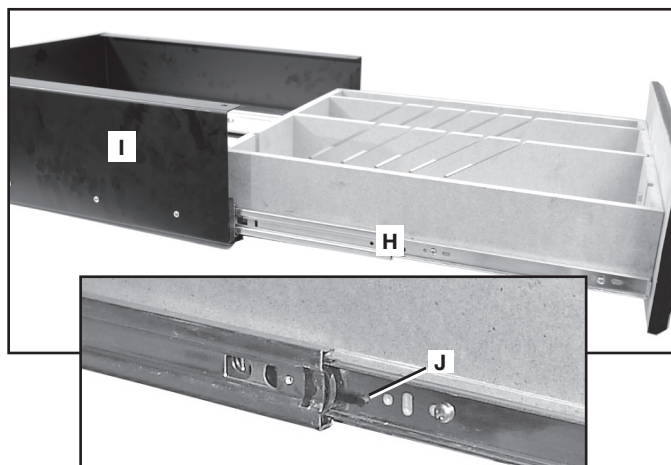

FIG. 5
Si l'installation comprend le tiroir d'accessoires, sortir le tiroir (H) fig. 5 du cadre de tiroir (I). Pour ce faire, tenir l'onglet de déclenchement (J) et décrocher la coulisse métallique du tiroir de la coulisse métallique du cadre.